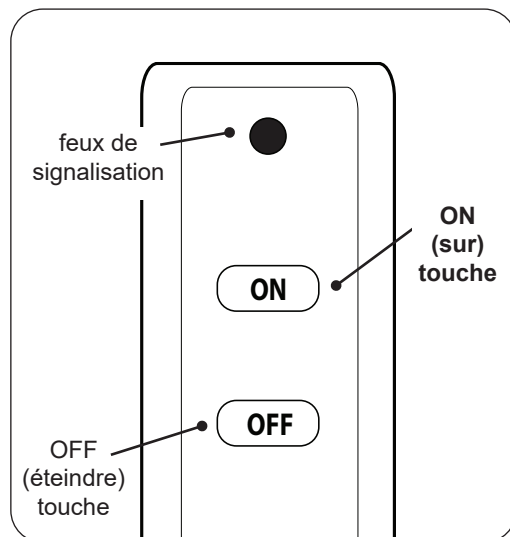

Fig. 38-2 Détail télécommande
2. Localiser la télécommande et appuyez sur la touche **ON** (sur). Voir Fig. 38-2. La séquence d'allumage commence.